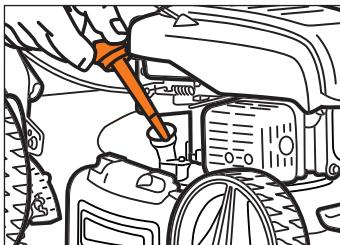

Рис. 21
- Вставьте щуп, не закручивайте его, достаньте и проверьте уровень масла (Рис. 21). Наливайте масло по верхнюю отметку уровня, но не переливайте.